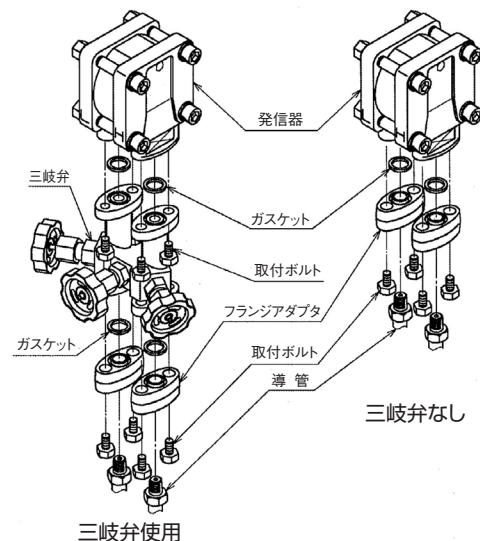

図4. 導管接続説明図
- (1) 差圧発信器に腐食性及び高温のガスや流体が直接接触するような使用は避けてください。
- (2) 差圧発信器のダイアフラム部や配管内に、異物の混入や沈殿物が溜まらないようにしてください。
- (3) 高圧側(H)と低圧側(L)の両管の温度に差がある場所は避けてください。
- (4) 配管はできるだけ短くし、圧力損失を少なくするため、大きい径の配管にしてください。各接続部は、圧力リークがないように十分注意してください。
- (5) プロセスとの接続は、発信器の下面で行います。(図4) Rc 1/2のフランジアダプタを付属してあります。このアダプタを導管にねじ込み、ボルト・パッキンを用いて発信器に固定してください。
- (6) 三岐弁を使用する場合は、まず三岐弁を計器に固定してからフランジアダプタを三岐弁に固定してください。(図4) 圧力源のH、Lと発信器のH、Lを間違えないようにしてください。